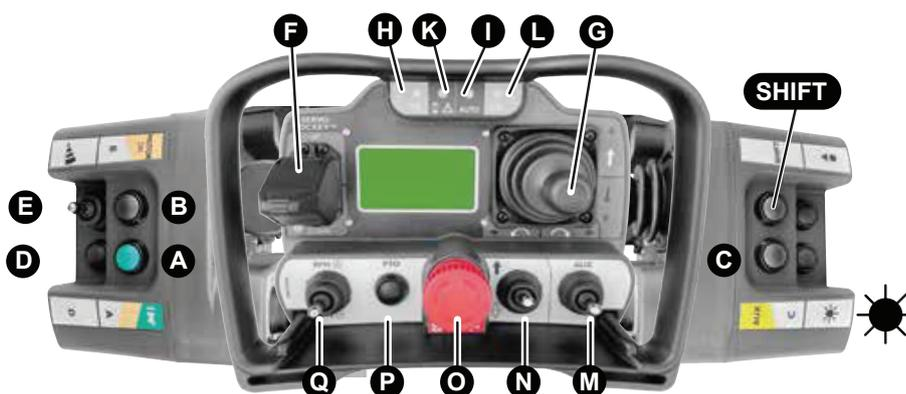

Рис. 10
Поверните ключ зажигания в положение ON. Звуковой сигнал и непрерывный красный свет от BeaconNet предупреждают, что радиоуправление не подключено. Для подключения радиоуправления нажмите зеленую кнопку А (Рис. 10) слева и подождите, пока зеленый (H) и синий (L) индикаторы не начнут мигать. Когда обе лампочки замигают, снова нажмите зеленую кнопку А (Рис. 10) на одну секунду, а затем отпустите ее. Оба индикатора перестают мигать, прекращается звуковой сигнал и индикатор начинает постоянно гореть зеленым: радиоуправление подключено. В случае ошибки повторите процесс.
Переместите рычаг дросселя вверх (Рис. 10 (Q)) до упора. Удерживайте нажатой кнопку (А), а затем нажмите кнопку (В) (Рис. 10), пока двигатель не запустится. Опустите рычаг дросселя на холостой ход и дайте двигателю прогреться. Теперь можно установить частоту вращения двигателя, и значение отображается в виде гистограммы (Рис. 12 (внизу справа)).
## 5.3 Остановка двигателя (рис.10)
Чтобы выключить двигатель, нажмите красную кнопку аварийной сигнализации (Рис. 10 (O)). Двигатель сразу остановится. Вскоре после остановки не забудьте вернуть переключатель аварийной сигнализации в нормальное положение. Двигатель также можно выключить с помощью кнопки аварийной остановки в верхней части машины (Рис. 7 (L)), ключом зажигания (Рис. 7 (I)) или при прерывании радиосвязи с пультом дистанционного управления.
Убедитесь, что рычаг (8) установлен в верхнее положение. Этот рычаг реверсирует движение. Двигайте джойстик (Рис. 10 (G)) вперед постепенно и непрерывно. Машина будет двигаться вперед. Можно изменить функцию джойстика, когда машина движется вперед и к вам (Рис. 13).
Машина оснащена регулятором наклона, который снижает максимальную скорость. Скорость движения снижается на уклонах более 30°. Оператор предупреждается вибрацией пульта дистанционного управления и изменением цвета WeaconNet с мигающего желтого на постоянный желтый. Дальнейшее снижение скорости происходит при уклоне более 30°, что отображается WeaconNet постоянным красным светом. Нормальную скорость движения можно восстановить с помощью кнопки рычага (E) на рис. 10.
- Штекер 12 В, управляемый с помощью Radio Control (Aux) (рис. 10 (С))
- Штекер с полярностью включения электропривода (рис. 10 (М))